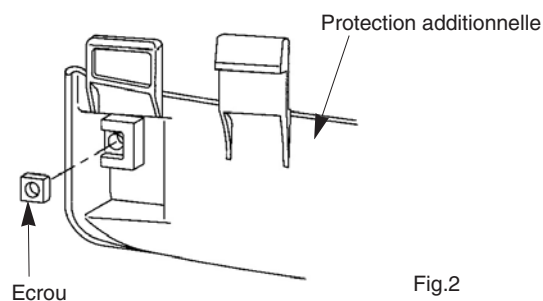

Fig.2
1. Insérer l'évrou carte dans la protection supplémentaire comme indiqué fig. 2.